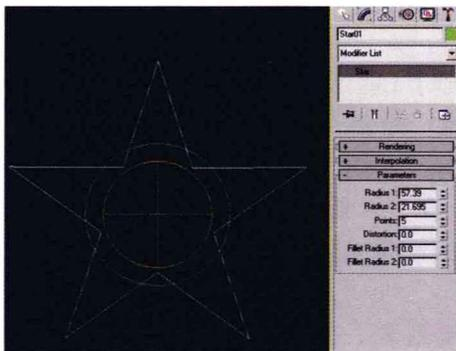

图 1-15
1. 在【Front】（前）视图用【Star】（星形）创建一个图形，修改其参数，使其变成一个规范的五角星，并用【旋转】工具将其旋转正立位置。如图 1-15 所示。